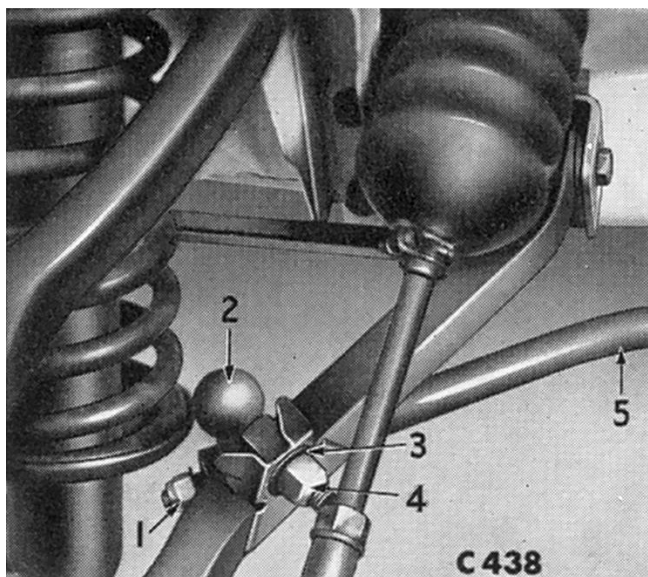

Fig. 9. Fixation de la barre anti-roulis au triangle inférieur
5. Déconnecter la fixation de la barre anti-roulis (2) du triangle inférieur (Fig. 9).
5. Reconnecter la fixation de barre anti-roulis (2) au triangle inférieur et la fixer avec une rondelle (3) et un écrou Nylstop (4) (Fig. 9).
3. Enlever le capuchon de graisse, la goupille fendue (62), l'écrou crénelé (61) et la rondelle (60), puis détacher l'ensemble moyeu de la fusée (52). Démonter le moyeu comme indiqué à la page 4.116
4. Frein à tambour : libérer l'attache de blocage (48) et enlever les quatre boulons, l'attache, les rondelles et l'écrou Nylstop fixant le bras de direction (28), le plateau de frein (47) ou le support de montage de l'étrier et le protecteur contre la poussière au pivot de fusée (18).
5. Enlever les écrou Nylstop (14) et les boulons (11) fixant les extrémités intérieures des triangles supérieurs au faux-châssis.
6. Déconnecter la barre anti-roulis du triangle inférieur (Fig. 9). Enlever les écrous Nylstop (29) et les rondelles (30) et détacher du châssis les attaches (32) du triangle inférieur. Noter le nombre et la disposition des cales (31).
5. Introduire le tourillon de bronze (42) entre les extrémités extérieures du triangle inférieur (35) et le maintenir en place avec le boulon (46), la rondelle (38) et l'écrou Nylstop (37).